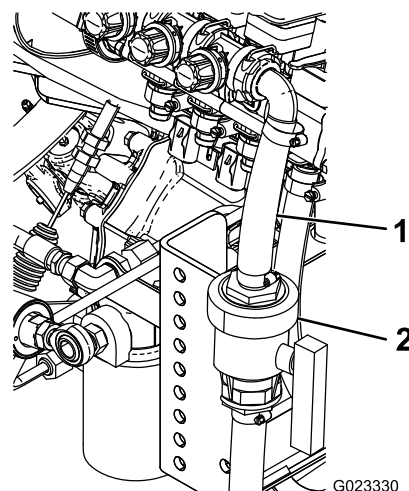

Figura 12
13. Conecte los 2 extremos de la manguera a la válvula de la manguera de suministro con 2 abrazaderas (Figura 12).